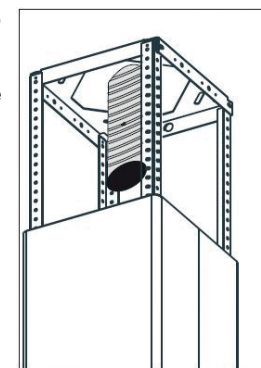

FIGURE 8
6) Installation du conduit d'évacuation (non fourni) (Figure 8) (Uniquement pour la version ÉVACUATION)